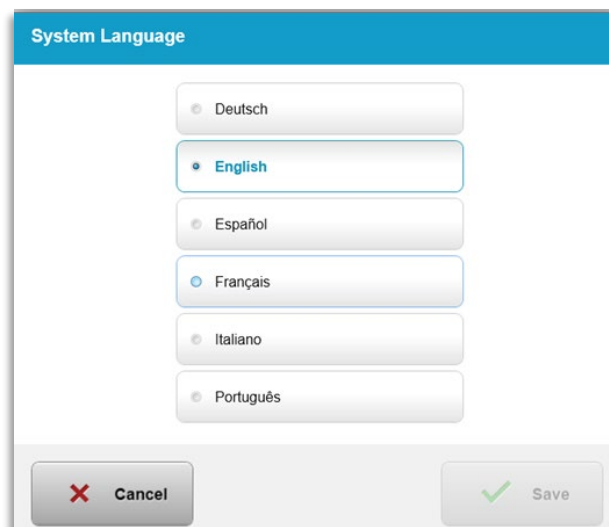

Bild 3-56. Redigera systemspråk
- Välj önskat språk från menyn som bild 3-56 visar.